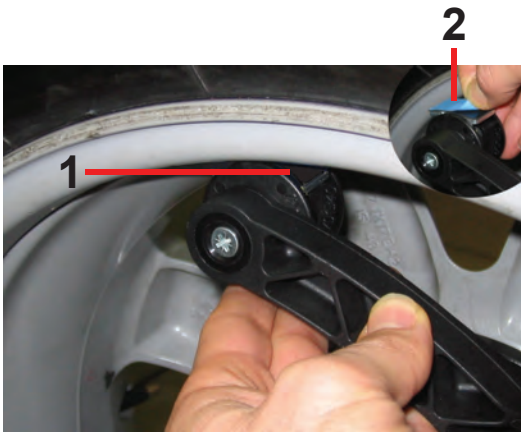

Figure 28b
REMARQUE : Nettoyer la zone où la masse sera placée avant la fixation des masses adhésives. En conformité avec le balourd détecté, approchez à la tête de la jauge la masse adhésive appropriée. (1, **Figure 28b**). Retirer la bande de protection (2) de la masse adhésive et l'appliquer au point correcte sur la jante.